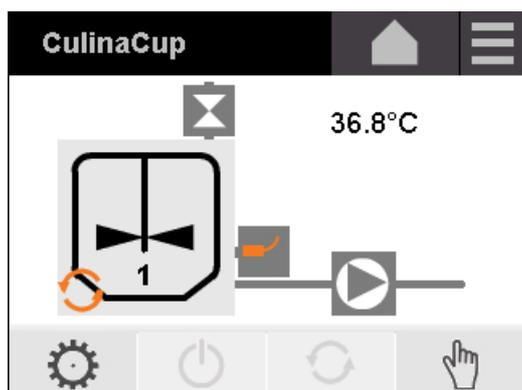

Bild 6-7: Beispiel Automatikbetrieb: Rührwerk inaktiv
- Der Zustand aktiv / inaktiv der Anlagenkomponente wird farblich dargestellt, siehe Bild 6-7 und Bild 6-8.